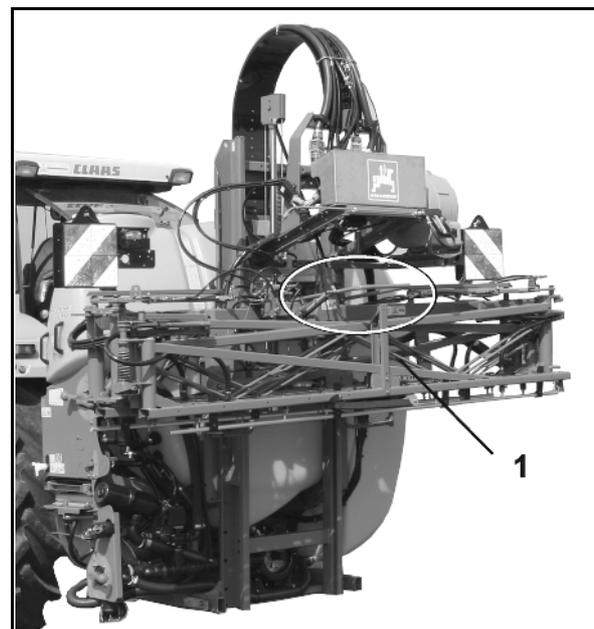

Fig. 42
2. Mediante la regulación de altura levantar el paquete plegado de varillaje hasta que el bloqueo automático de transporte (Fig. 42 /1) libere el bloqueo (altura aproximadamente 2/3 de la longitud del soporte del varillaje).
Fig. 42 muestra el seguro de transporte desbloqueado.